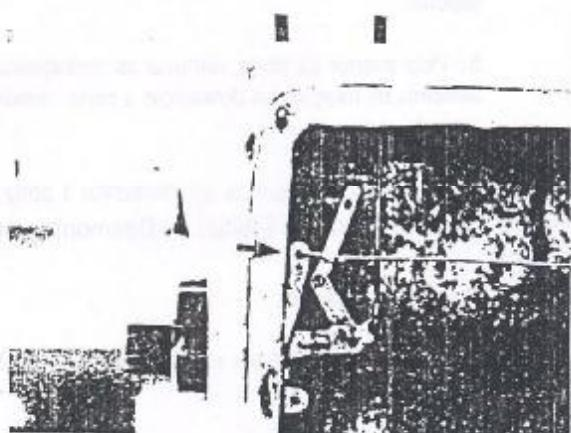

Figura 8.37.3 - Fixação do cabo à lingueta do trinco
6. Remover o cabo, da lingueta do trinco, soltando a presilha do olhal (Figura 8.37.3).